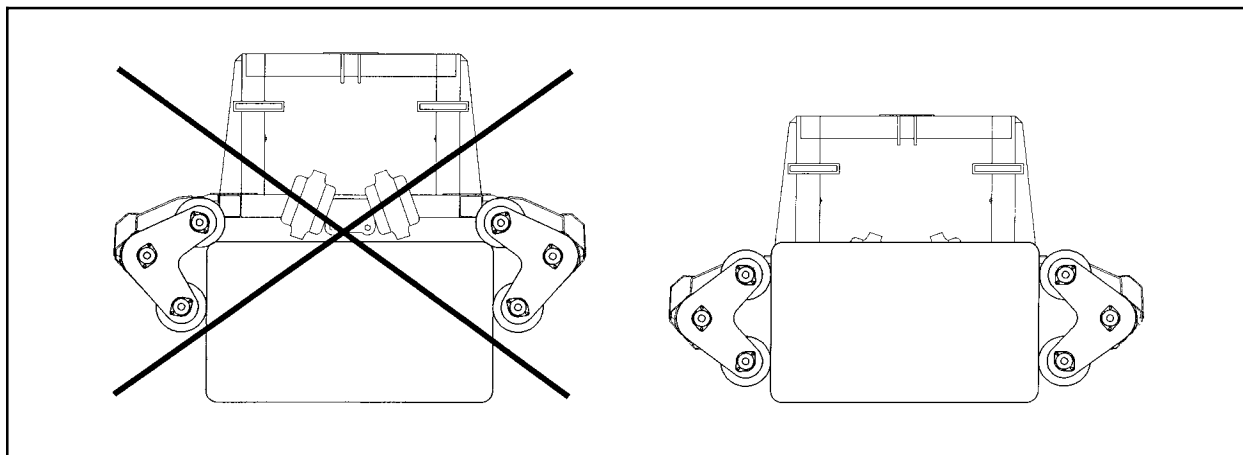

Fig.10-1
- a) Ved opplasting av små firkantballer er det viktig at bærerullene senkes så nær bakken som mulig. Dette for at alle fire rullene skal få tak på sidene av ballen. Hvis to av rullene kommer over ballen, vil ikke maskinen klare å laste den opp. (Se fig. 10-1).